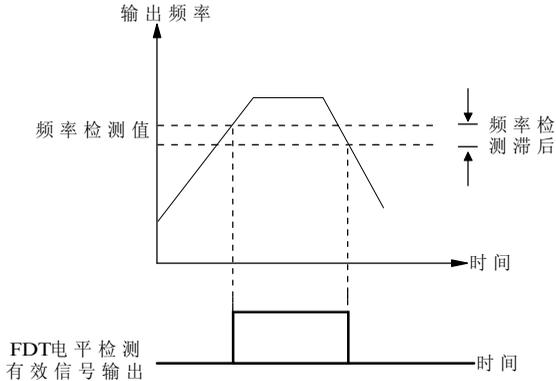

图 5-3-9 频率检测FDT
- ◆ 当输出频率超过某一指定频率（频率检测值）时，Y输出指示信号，这个指定频率称为FDT电平。在输出频率下降过程中，如果输出频率小于FDT电平，Y将继续输出指示信号，直到输出频率下降到低于FDT电平的某一频率，即解除频率。（解除频率=频率检测值-FDT滞后值），如图5-3-9所示。